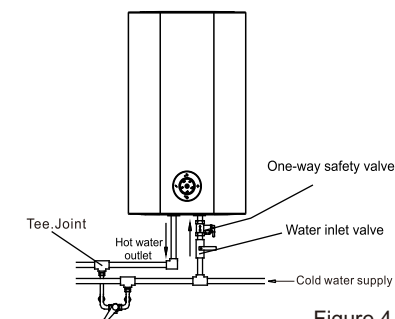

Figure 4
- (8) Se os utilizadores pretenderem um abastecimento de água multicanal, podem ligar o tubo de água de acordo com o método apresentado na Fig. 4.